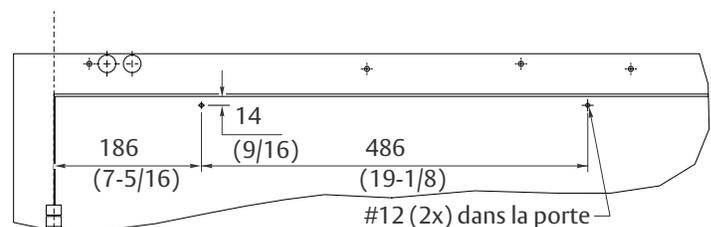

Figure 4 Ouverture à droite illustré
1. À l'aide du gabarit à la page 15, localiser et préparer des trous dans la porte pour deux (2) vis à tôle 12 x 44,45mm (1-3/4"). (Figure 4)